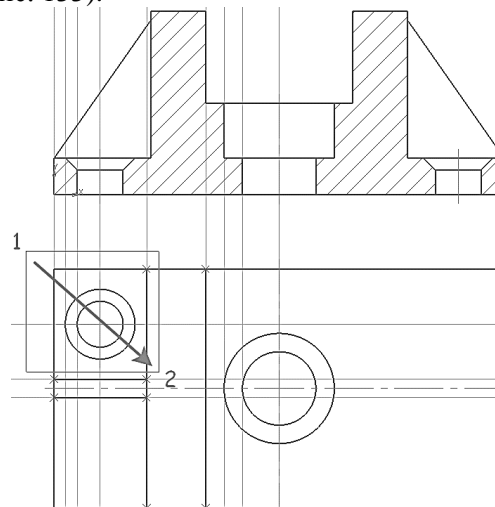

Рис. 134. Выделение объектов
14.1 Поместите курсор в пустое место чертежа правее и выше отверстия (1, рис. 134). Будьте внимательны – внутри курсора не должно быть никаких объектов.
Удерживая ее нажатой, перемещайте курсор вниз и вправо — система будет формировать рамку выделения. После того как рамка охватит отверстие, отпустите кнопку мыши (2, рис. 134).